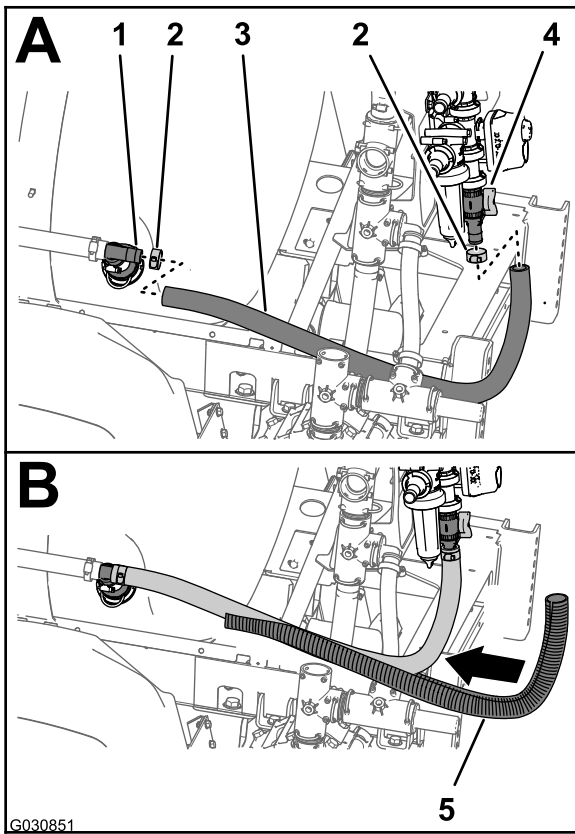

图 103
1. 将软管 1 x 41 英寸安装到打药车药缸内后搅拌喷嘴的宝塔 T 形接头图 103
2. 使用在 拆下搅拌阀、球阀和软管 \(页码 27\) 的步骤 2 中卸下的软管夹图 103 将软管固定到 T 形接头。
3. 将软管 1 x 41 英寸的另一端接在旁通阀底部的直通宝塔接头上图 103。
4. 使用在 拆卸搅拌阀和旁通阀 \(页码 29\) 中卸下的软管夹图 103 将软管固定到直通接头。
5. 将螺旋管子图 103 接到软管 1 x 41 英寸上。